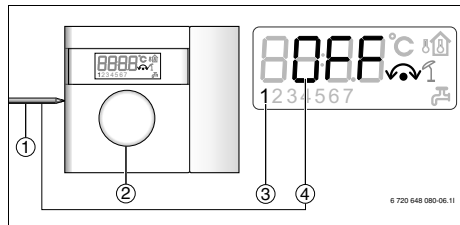

Bild 35 Termination CAN-BUS LCD
**HINWEIS:** Der letzte CAN-BUS-Teilnehmer muss terminiert sein. Die Einstellung des Abschlusses erfolgt gemäß (Bild 35).